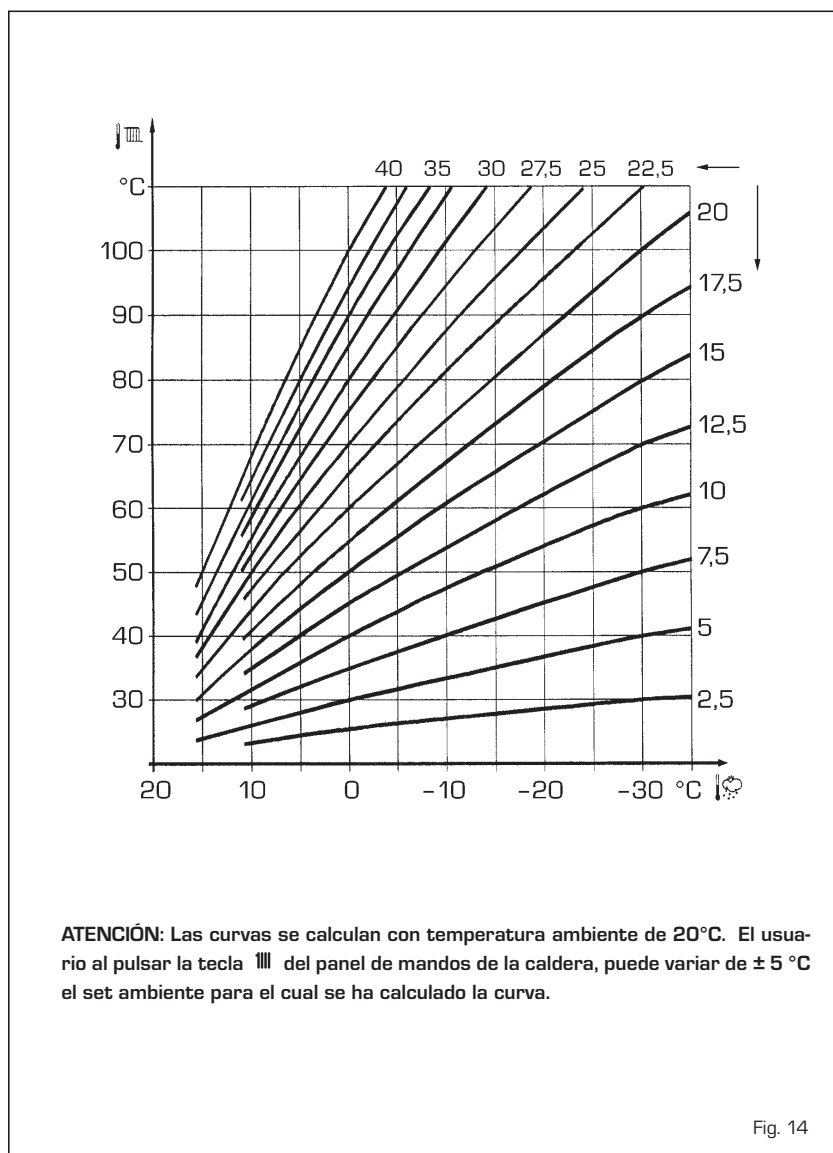

Fig. 14
3.3 Sonda externa conectada (fig. 14)
La curva climática se puede seleccionar entre los valores de 3 y 40 (con pasos de 1). Aumentando la pendiente representada por la curva de la fig. 14, se incrementa la temperatura de impulsión de la instalación conforme a la temperatura externa.